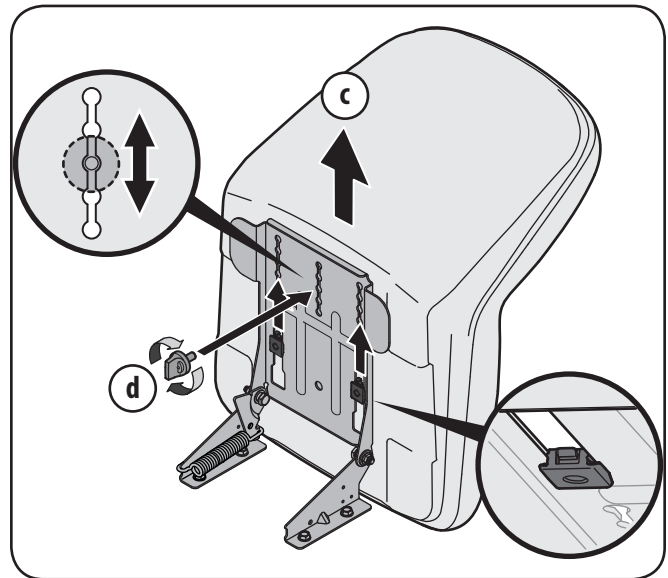

Figure 3-5
3. Faites glisser le siège vers l'arrière dans le support de pivotement (c) en alignant la fente centrale du support avec le trou libre sur la base du siège. Voir Figure 3-5.
**REMARQUE:** Assurez-vous que les deux encoches du siège s'enclenchent dans le support de pivotement, comme illustré sur la Figure 3-5.
4. Placez le siège à la position désirée et fixez-le avec le bouton de réglage retiré antérieurement. Voir Figure 3-5 (d).
5. Pour modifier la position du siège, desserrez la vis hex. (ou le bouton selon le cas) sur la base du siège. Avancez ou reculez le siège selon le besoin. Resserrez la vis hex. (ou le bouton selon le cas). Voir la Figure 3-5.